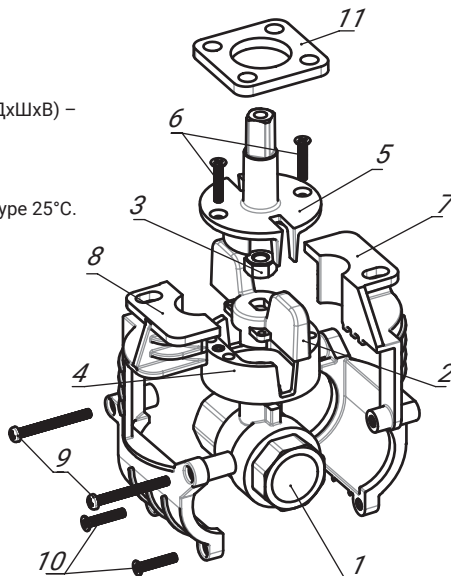

Рис. 1
- 7) В случае, когда при установке привода GIDROLOCK на адаптер для шаровых кранов образуется зазор из-за упирания штока адаптера в шток привода, установите пластину (11) для его устранения (рис.1).